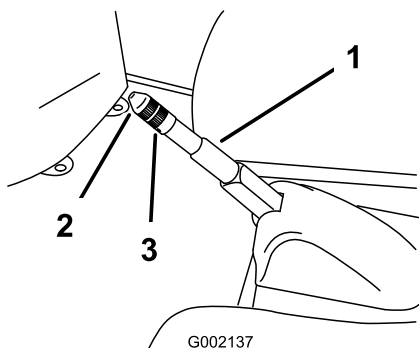

Рисунок 45
2. Ослабьте установочный винт, который крепит головку к рычагу стояночного тормоза (Рисунок 45).